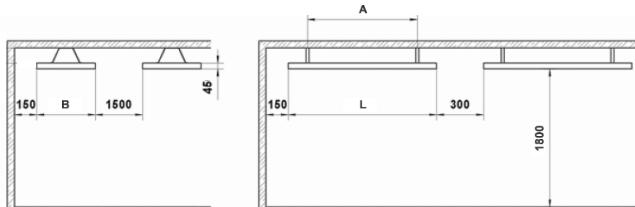

Рис.1
Размерные характеристики обогревателя согласно рис. 1 приведены в таблице 2.
3. В соответствие с рис. 1 и таблицей 2 определите место установки обогревателя на потолке или на потолочных конструкциях с соблюдением минимальных расстояний от предметов и минимального расстояния от пола.